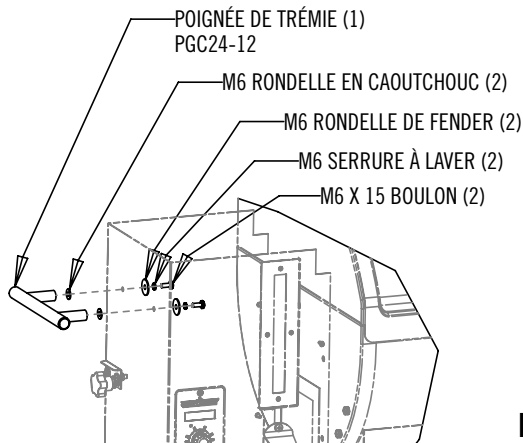

Fig. 6
1. Installez la poignée de la trémie comme indiqué sur la Fig. 6.